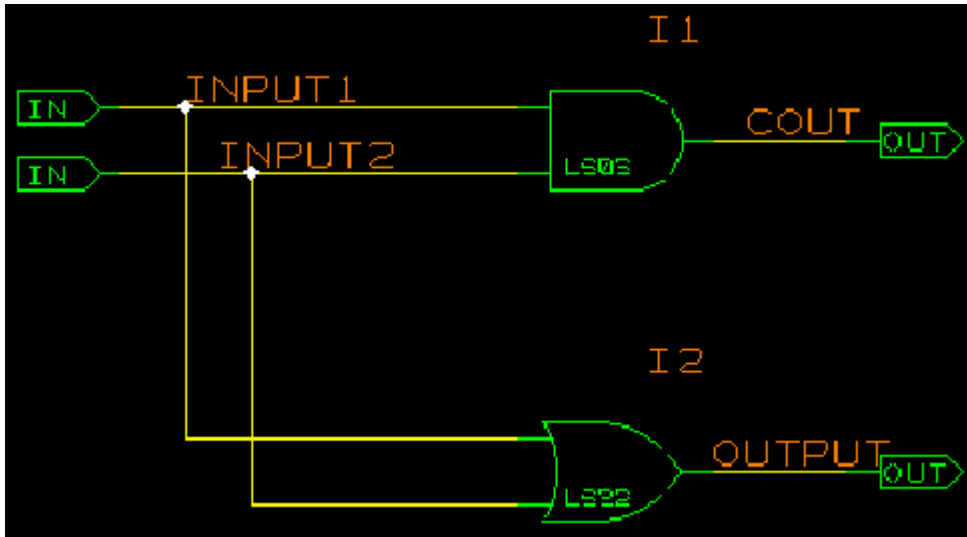

图 3.29
4. 用创建一般原理图的方法画出 HALF_ADDER 的原理图。如图 3.29